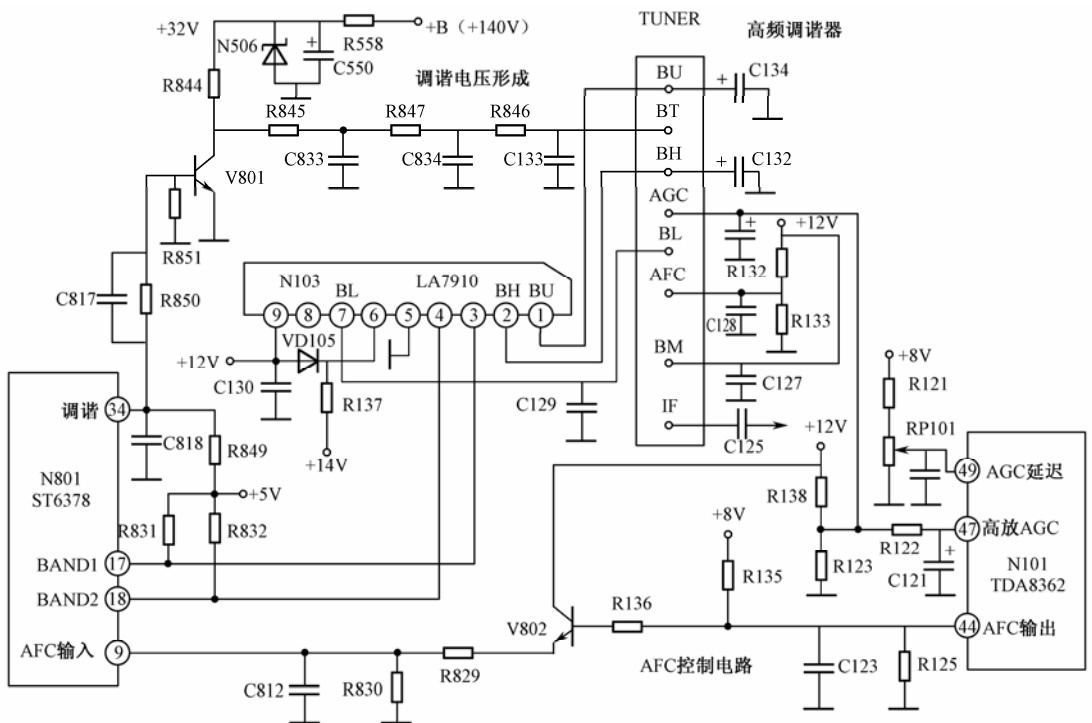

图 2-3 厦华 XT-2580N 型彩电电子调谐系统电路
高频调谐器应用时只靠调谐器本身，不能独立完成调谐的任务。它只有与微处理器、中放电路等组合起来才能实现调谐、搜索等功能。图 2-3 是厦华 XT-2580N 型彩电高频调谐器及外围电路原理图，它包括高频调谐器、微处理器、频段译码电路、调谐电压形成电路和 AFT 控制电路等。这些电路的作用：①产生频段切换信号；②产生调谐选台电压；③完成自动频率微调控制。该电路的组成和各部分作用如表 2-2 所示。